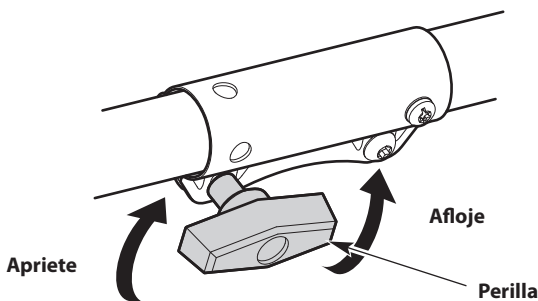

Fig. 1
3. Gire la perilla en el sentido contrario a las agujas del reloj para aflojar el acoplador (Fig. 1).
5. Gire la perilla en el sentido de las agujas del reloj para apretar el acoplador (Fig. 1).
2. Gire la perilla en el sentido contrario a las agujas del reloj para aflojar el acoplador (Fig. 1).